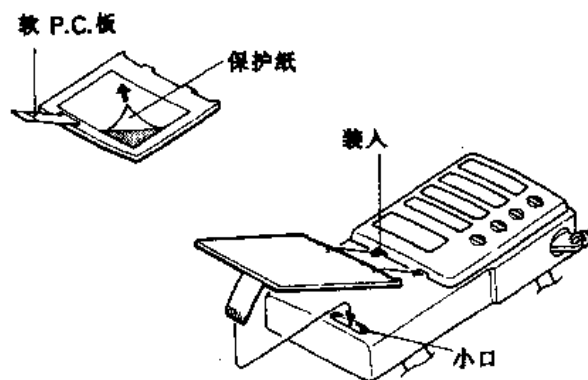

图 3-11
2. 如图 3-11 所示, 从粘在 CKP412 后面的双面粘性胶带上剥去保护纸, 并用按图 3-11